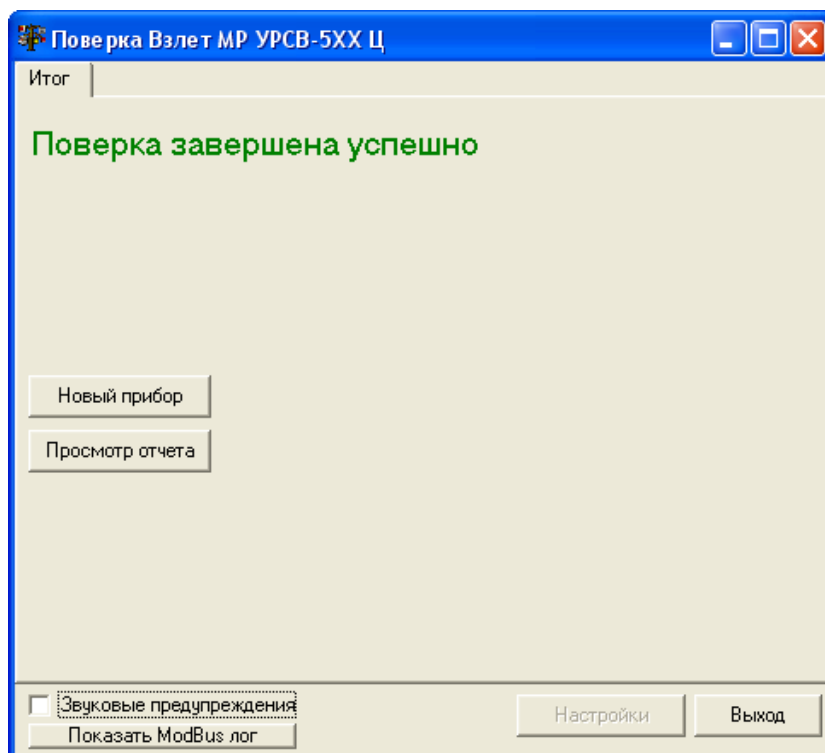

Рис.38. Сообщение об успешном завершении поверки.
- 2.6.10. По завершению поверки, если погрешности измерения расхода и объема находятся в пределах нормы, на мониторе ПК появится сообщение (рис.38):